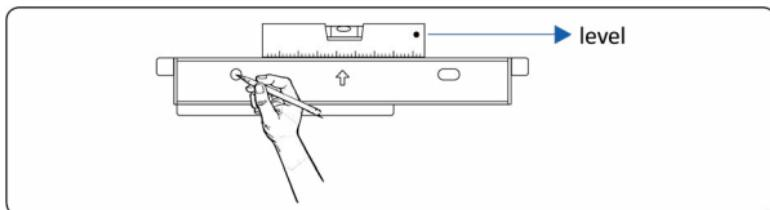

Figura 4.11 Marcarea pozitiei orificiilor utilizand un marker
**Pasul 3.** Positionati orificiile corect cu ajutorul unui indicator de nivel si marcati-le utilizand un marker ca in figura de mai jos. (figura 4.11).